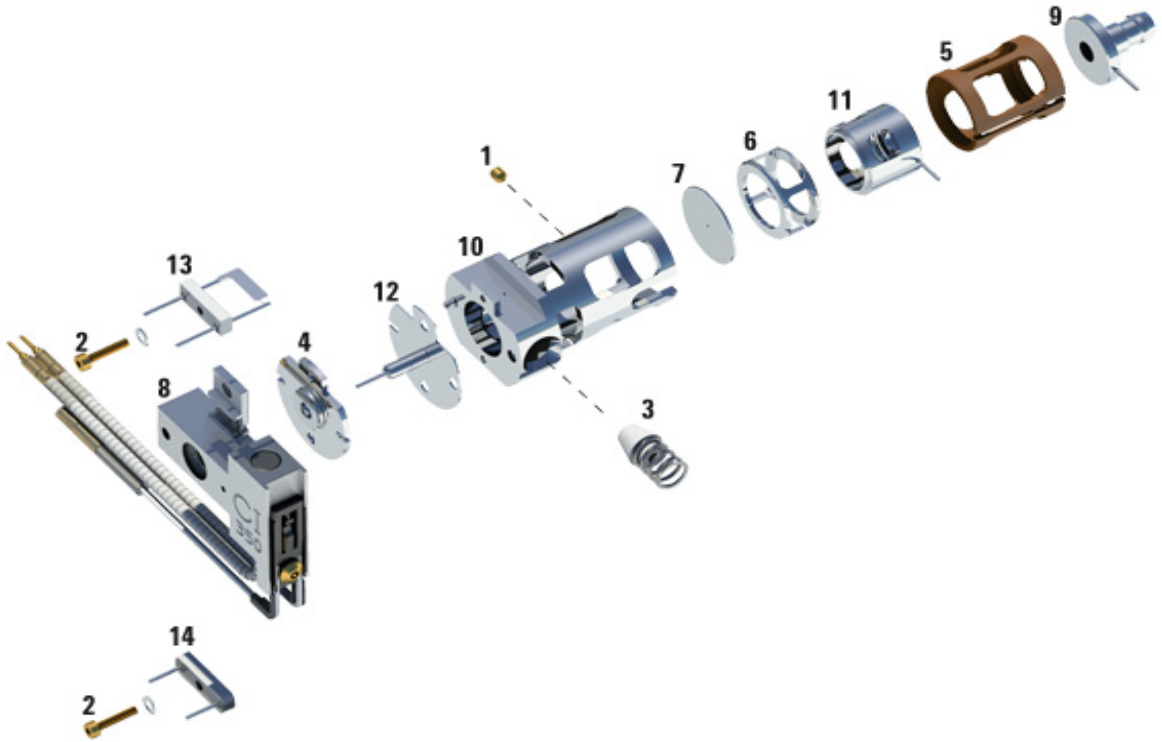

Рис. 30 Сборка ионного источника ХИ
- 1 Соберите линзу ионного фокуса, входную линзу и изолятор линз (Рис. 30).
- 2 Установите вставную пластину и вставной цилиндр в корпус источника (Рис. 30).
Таблица 21 Список компонентов ионного источника ХИ (Рис. 30)
Таблица 21 Список компонентов ионного источника ХИ (Рис. 30) (продолжение)